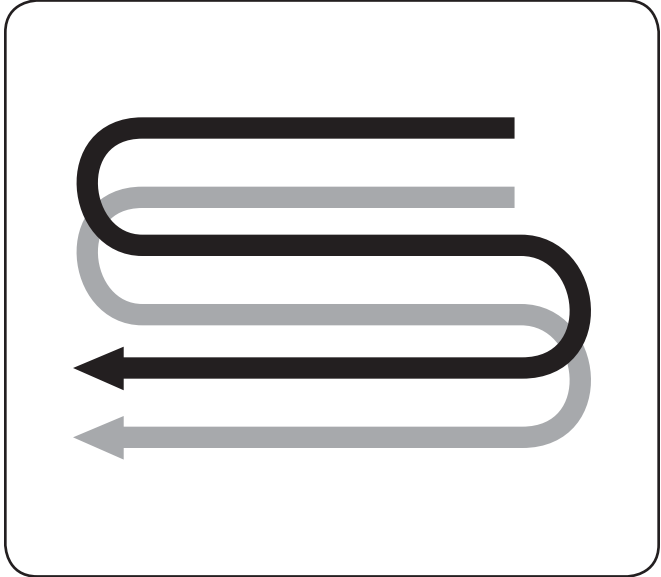

Figure 5-5
- Pour préparer des semis, passez deux fois sur le premier rang, puis chevauchez les passages suivants d'une demi-largeur du motoculteur (voir la Fig. 5-5).